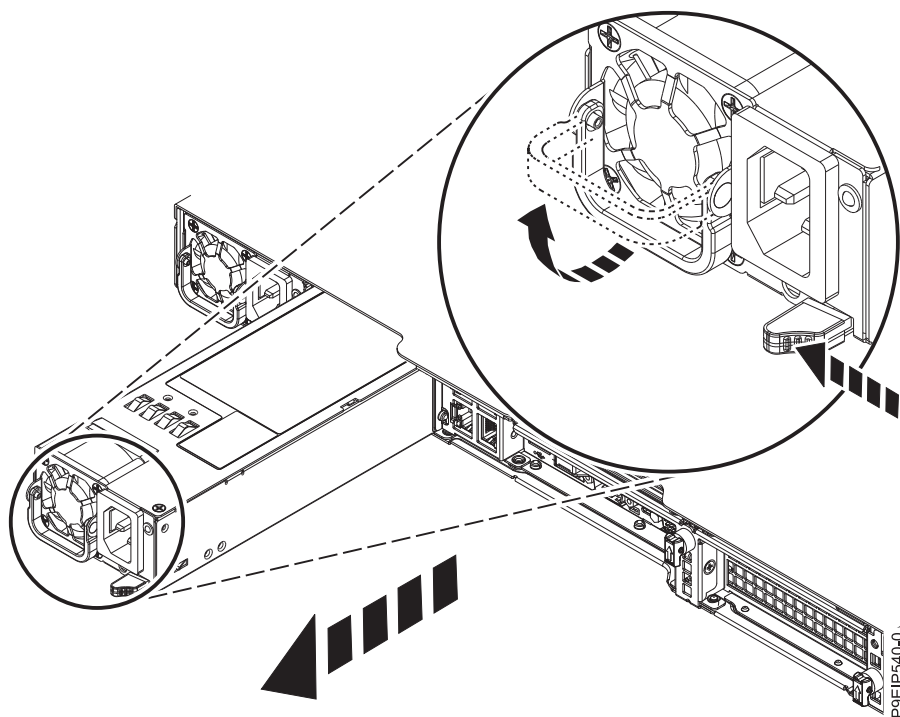

Figura 33. Removendo uma fonte de alimentação do sistema
- a. Para desprender a fonte de alimentação de sua posição no sistema, empurre a guia de travamento para a esquerda conforme mostrado na Figura 33 na página 34.